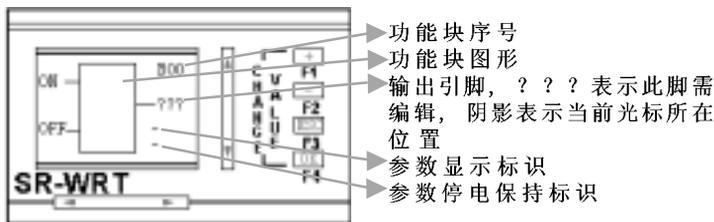
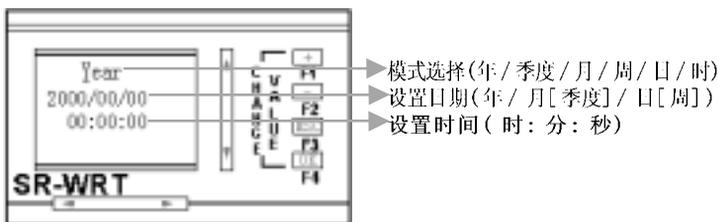

图 10.31 功能块编辑界面
图 10.32 时钟模块设置界面
1. 选择功能块：在图 10.7 界面下将“>”移动到 17 SCHD 按 OK 键，进入图 10.8 所示界面，将“>”移到 YES 前，按 OK 键进入图 10.31 所示的功能块编辑界面：
在图 10.31 所示界面中：B00 为此功能块的序号，是编程过程中自动生成，是不可编辑的，左边的 ON 表示在此位置可以修改 ON 日期，OFF 表示在此位置可以修改 OFF 日期。
3. 选择编辑点 ON：光标仍以“■”形式出现在 MO0 下，我们需要编辑 ON 时间，所以按 OK 键，将光标由“■”形式变为“_”形式，按 LEFT 或 RIGHT 键，光标就移动到 OFF 下，按 UP 键或 DOWN 键，光标出现在 ON 下，注意此时光标以“_”出现在 ON 下，我们按 OK 键，出现图 10.32 所示的万能时钟时间编辑界面：
在图 10.32 中，“_”为光标，我们可以用 UP、DOWN、LEFT、
RIGHT 键选择其位置,用+、-键改变其所在点的资料或模式,我们将图 10.32 中的 Year(年模式)改为 Day(日模式),时间改为 6:30 即可,如此我们就完成了 ON 时间的设定,按 OK 键,返回图 10.31,但此时光标以“■”形式出现在 ON 的“0”上,此时我们可以用+、-键选择此点的输入,若选择了“-”,即表示次点不用。由于我们需要用,所以选择“ON”,再按 OK 键,将光标变为“_”,再选择编辑其它点。
6. 返回图 10.7 功能块选择界面:经过以上几步,我们完成了对 B00 功能块的编辑,按 ESC 键,若所有的点都正确编辑了,则返回图 10.7 所示功能块选择界面,否则将错误点以“???”形式出现在图 10.31 所示的功能块编辑界面,并将光标以“■”形式出现在第一个?上,以待编辑;此处的错误包括以下三点:
选择并编辑 B01:经过上述步骤,再选择 17 SCHD 功能块,经过图 10.8 确认界面进入图 10.31 功能块编辑界面,与图 10.31 略不同的是 B00 变为 B01,表示当前编辑的是第二个功能块。按照同编辑 B00 的方法将 B01 的输出编辑为 M01,ON 时间编辑为 17:30,OFF 时间编辑为 21:30 完成后按 ESC 键返回图 10.7 所示。
2. 为方便用户，我们设计了循环菜单，如在图 10.31 所示，目前光标在 WRT 第二行（由于第一行，前面的步序符为 Out1，现在我想编辑 Out8，若按 DOWN，需按八次，太麻烦，直接按 UP 键，一次就可以将 Out8 显示在 Out1 位置，进行编辑。